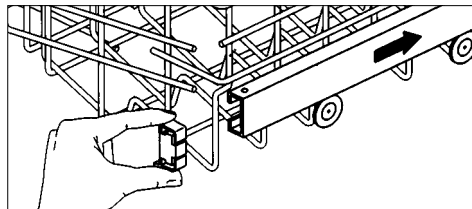
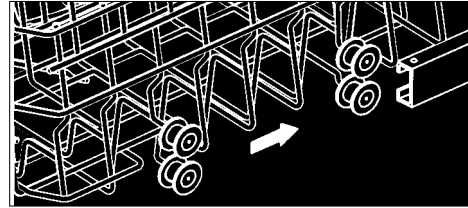

Abb. 7
Abb. 8
- Ziehen Sie den Korb ganz nach vorne und entfernen Sie die Schutzhaube auf der rechten Seite (siehe Abb. 7). Nehmen Sie den Korb heraus. Bringen Sie den anderen Radsatz in den Schienen an (siehe Abb. 8). Schieben Sie den Korb wieder in die Maschine und befestigen Sie die Schutzhaube.